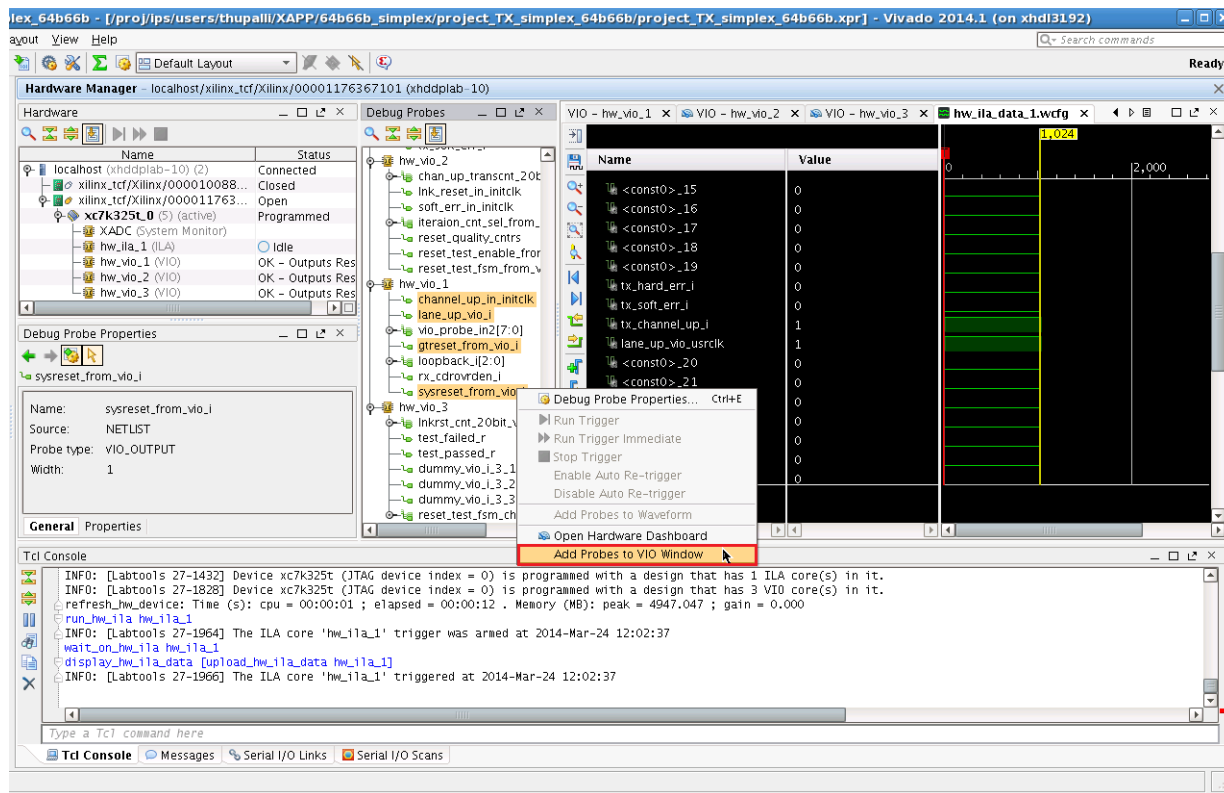

図 25 : [Add Probes to VIO Window] の選択
4. 選択した信号上で右クリックして [Add Probes to VIO Window] をクリックします (図 25)。